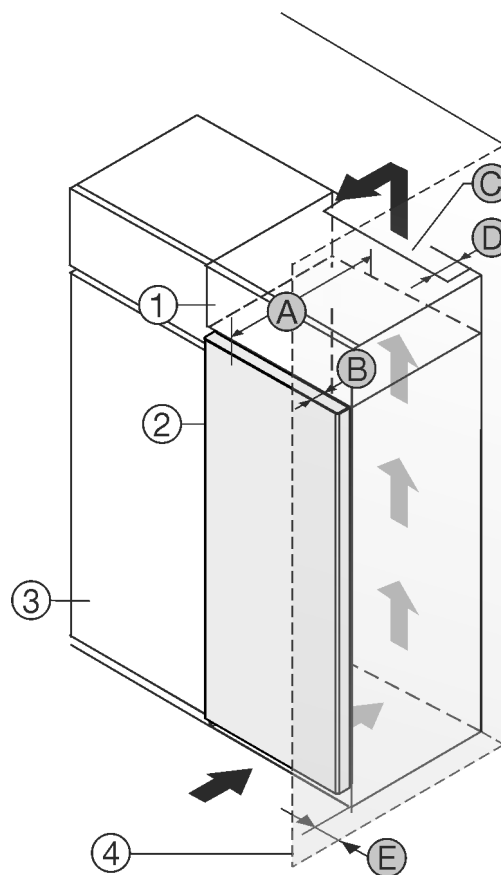

Fig. 1
- (1) Nastavná skříňka \*
- (2) Příklad \*
- (3) Kuchyňská skříň \*
- (4) Stěna \*
- (5) Hloubka přístroje \*
- (6) Hloubka dvířek \*
- (7) Ventilační průřez \*
- (8) Vzdálenost zadní strany přístroje \*
- (9) Vzdálenost k zadní straně přístroje \*
Můžete přístroj nainstalovat přímo vedle kuchyňské skříňky Fig. 1 (3).\*
Na zadní straně nastavné skříňky musí být větrací šachta hluboká Fig. 1 (7) přes celou šířku nastavné skříňky.\*
Pod stropem místnosti musí být dodržen ventilační průřez Fig. 1 (7).\*
Když přístroj instalujete závěsy vedle stěny Fig. 1 (4), musí být vzdálenost mezi přístrojem a stěnou minimálně 13 mm.\*
Když přístroj instalujete závěsy vedle stěny Fig. 1 (4), musí být vzdálenost mezi přístrojem a stěnou minimálně 20 mm.\*
Aby bylo možné dvířka plně otevřít, musí přístroj přesahovat o hloubku dvířek Fig. 1 (6) vůči přední linii kuchyňské skříňky. V závislosti na hloubce kuchyňských skříňek Fig. 1 (3) a použití vymezovačů odstup od stěny může přístroj vyčnívat dále.\*